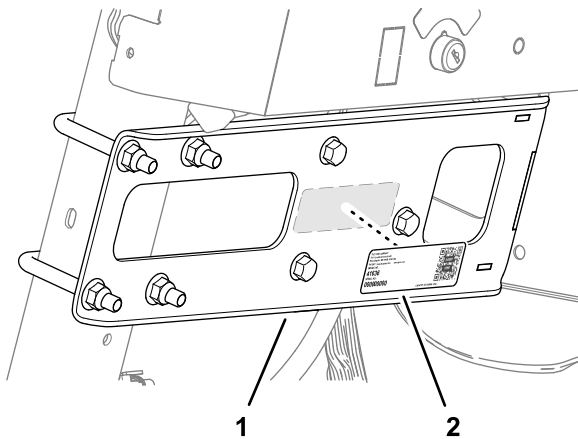

Figura 69
2. Coloque la pegatina en el soporte del distribuidor, como se muestra en la Figura 69.